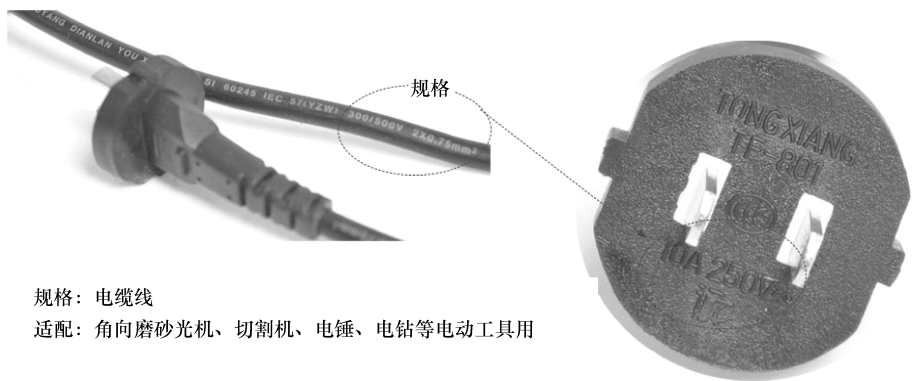

图 2-2 带插头的电缆线
16) 选择带插头的电缆线（见图 2-2），需要注意配的插头类型是扁插、三角插，还是其他类型的，并且确定是否满足实际所需。